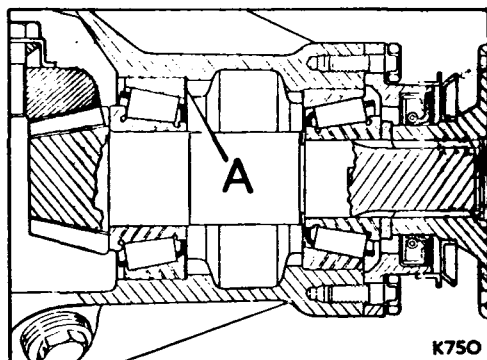

Fig. E1-47.- Suplementos para el ajuste de altura de piñón de ataque.
3.01.- Montar los mismos suplementos de reglaje de altura del piñón que se desmontaron si estuvieren en buen estado. En caso de que se hayan desechado, montar suplementos nuevos de un espesor mínimo de 1,27 mm. (0,050") (Fig. E1-47).